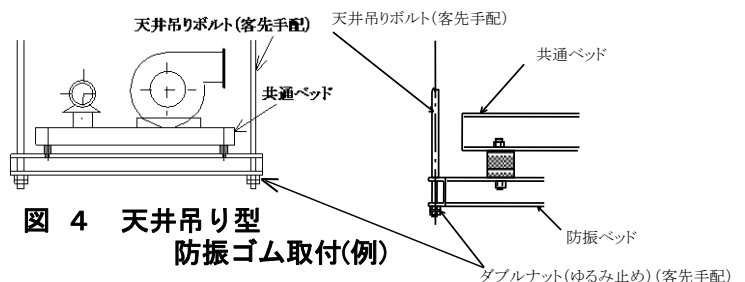

図 4 天井吊り型
(2) 天井吊型
- ① 天井にあらかじめ埋め込まれた吊りボルトにより、ファンのベッドを水平に、4本の吊りボルト全部に荷重がかかるように取付けてください。
- ② 吊りボルトは十分な強度のもの（ボルト自身および埋め込み状態とも）をご用意ください。
- ③ 据付け後、吊りボルトのナットはダブルナットとし、ゆるみ止めを必ず行ってください。（図4）